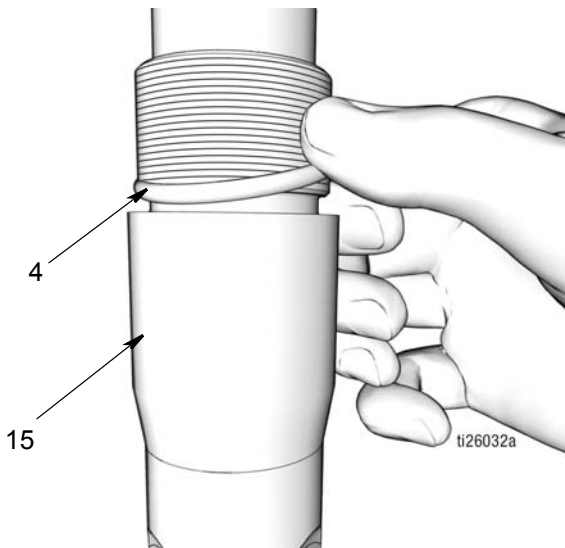

FIG. 44
- b. Aplique una capa fina de grasa en la junta tórica (4). Monte la junta tórica alrededor de la parte externa de la válvula de retención (15) (FIG. 44).